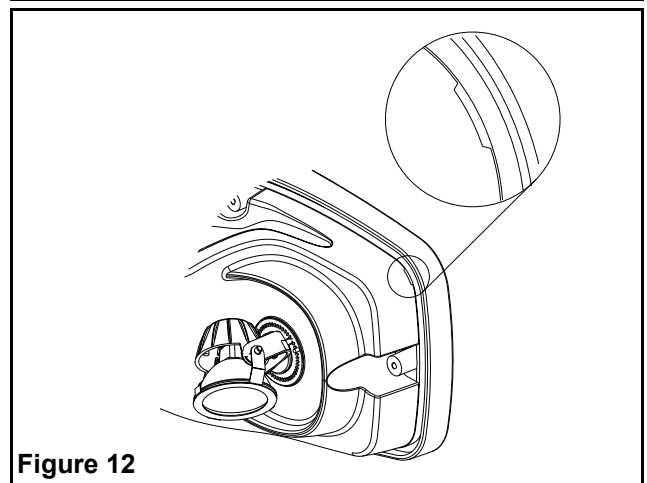

Figure 12
3. Tirer sur le module électronique afin de l'enlever. Un tourne-vis plat peut être utilisé, deux rainures sont prévues à cet effet (voir figure 12).